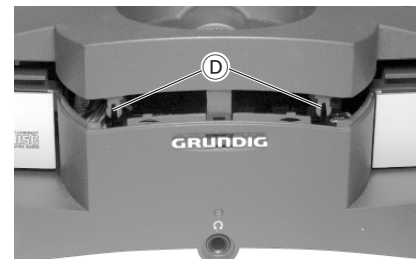
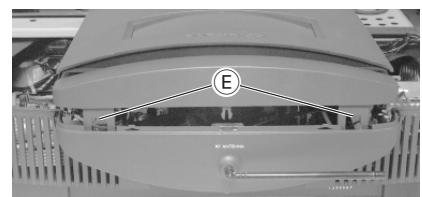

Fig. 4
Fig. 5
- Die Rastnasen **D** (Fig. 4) und **E** (Fig. 5) austrasten und die Bedieneinheit abheben.
- Unhook the catches **D** (Fig. 4) and **E** (Fig. 5) and lift off the operating part.